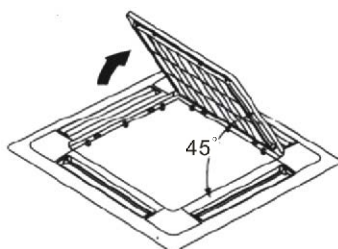

Abb. 2
- 2) Heben Sie das Gitter um etwa 45° an und nehmen Sie es von der Dekorplatte ab. (Siehe Abb. 2)